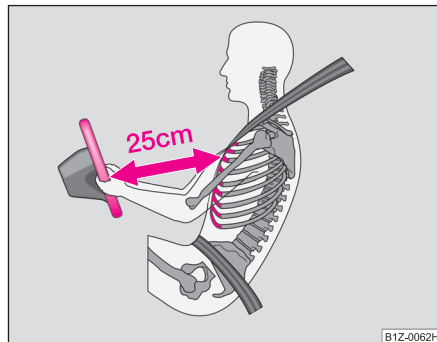

Fig. 128 Distanța sigură față de volan
- Atât pentru conducător cât și pentru pasagerul dreapta este important să păstreze o distanță de cca. 25 cm față de volan, respectiv de tabloul de bord → fig. 128. Dacă nu se respectă această distanță, sistemul airbag nu își poate exercita eficiența maximă – Pericol! Pe lângă acestea, scaunele din față și tetierele trebuie să fie întotdeauna reglate în funcție de mărimea corpului.